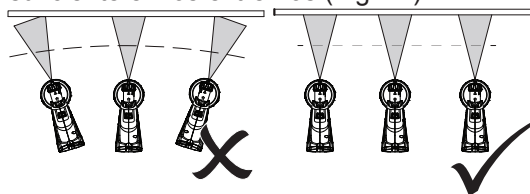

Fig. 10
- > Mantenga la boquilla de pulverización (3) a una distancia de entre 10 y 30 cm de la superficie de trabajo. Mueva la pistola de pulverización manteniendo la perpendicularidad con la zona de pulverización (Fig. 10).